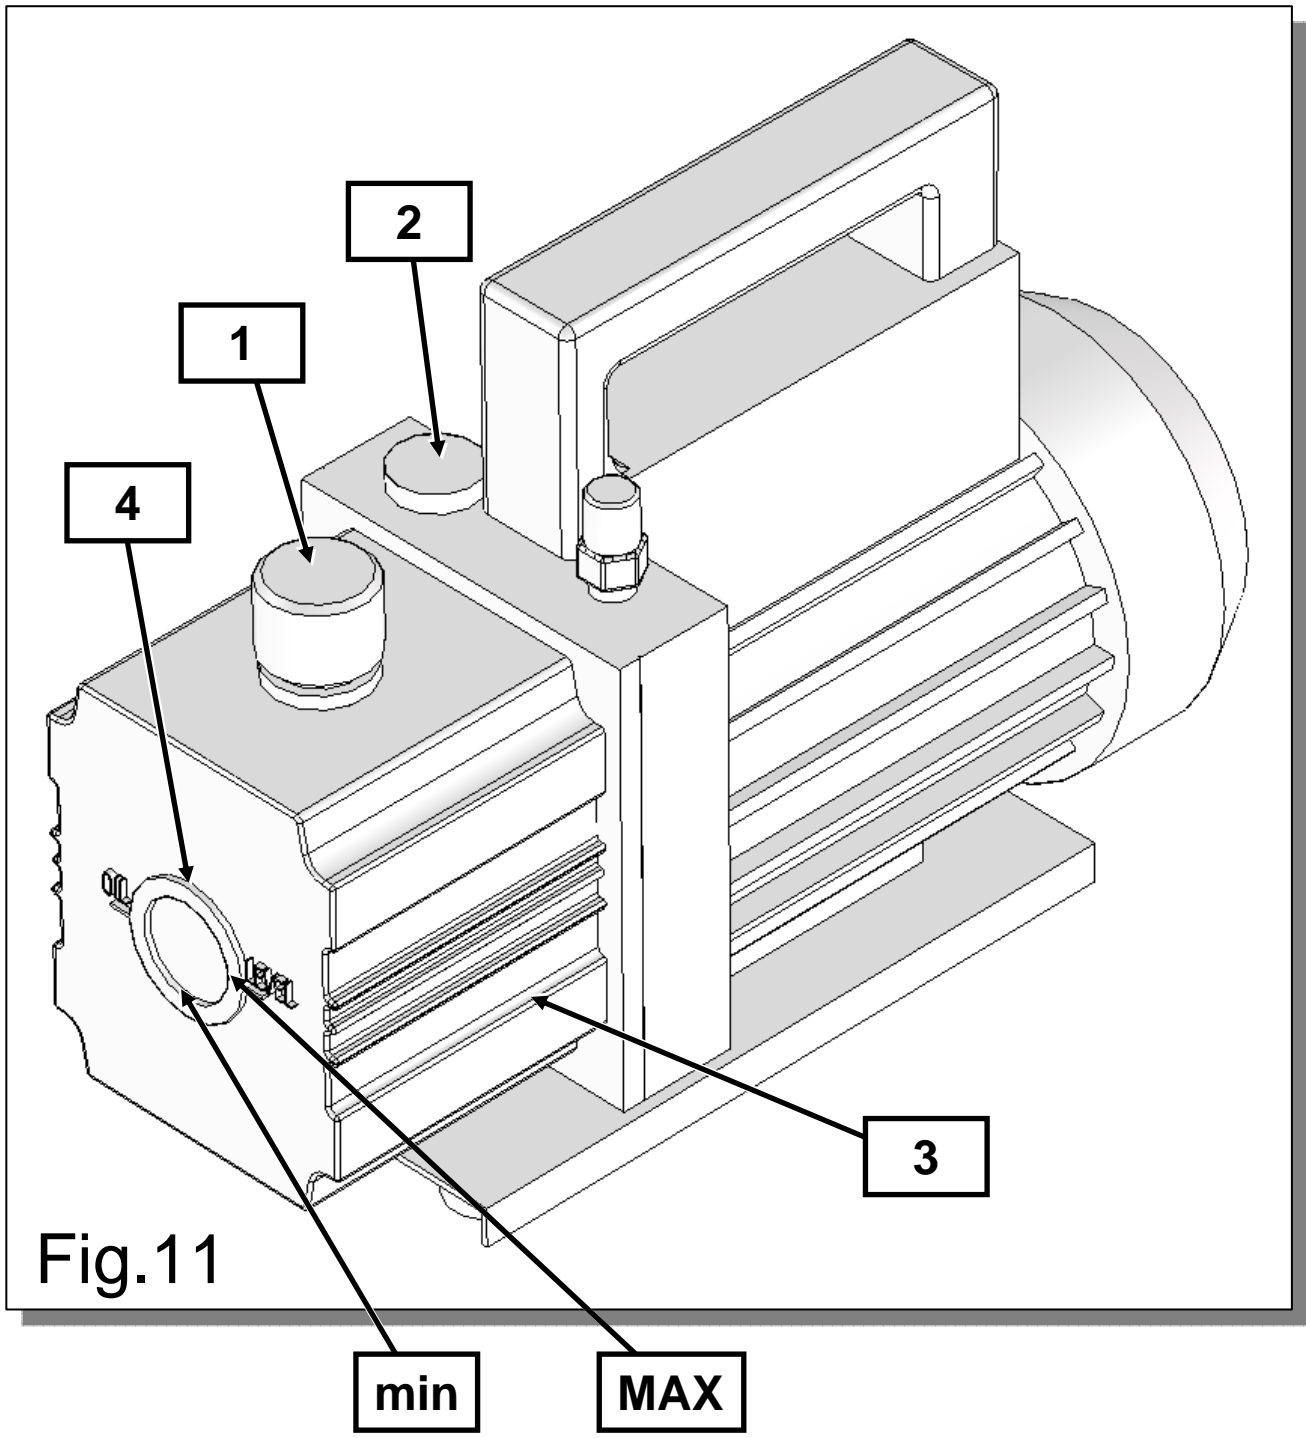

Fig.11
- 2) Desenroscar a tampa de preenchimento 2 (Ver fig. 11).
Esta operação deve ser executada quando a *máquina* indicar um alarme de serviço [SERV] durante os primeiros 10 segundos, ou se o indicador de humidade indicar a presença de humidade dentro do circuito (círculo interno amarelo). Antes de qualquer operação controlar que os filtros de reposição sejam do mesmo tipo montado na *MÁQUINA*. As operações a executar são as seguintes (ver fig.11):